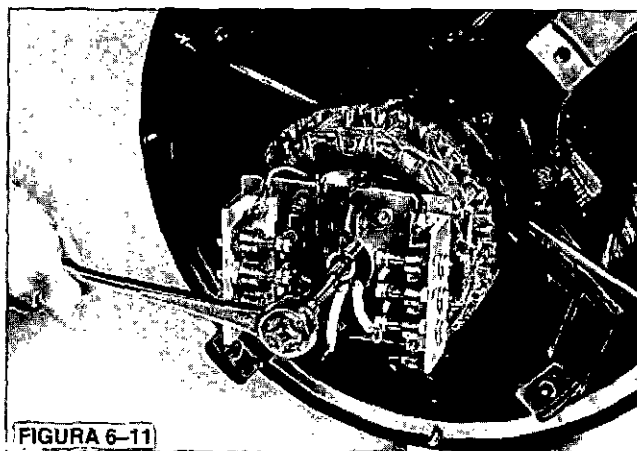

FIGURA 6-11
2. Quite el tornillo casquete y la arandela Belleville que une la armadura (rotor) del excitador al eje (flecha) del generador. (Figura 6-11)